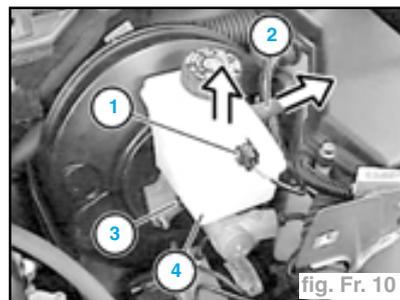

fig. Fr. 10
- Enlever le réservoir (4) du maître-cylindre en le tirant par le haut (fig. Fr. 10).